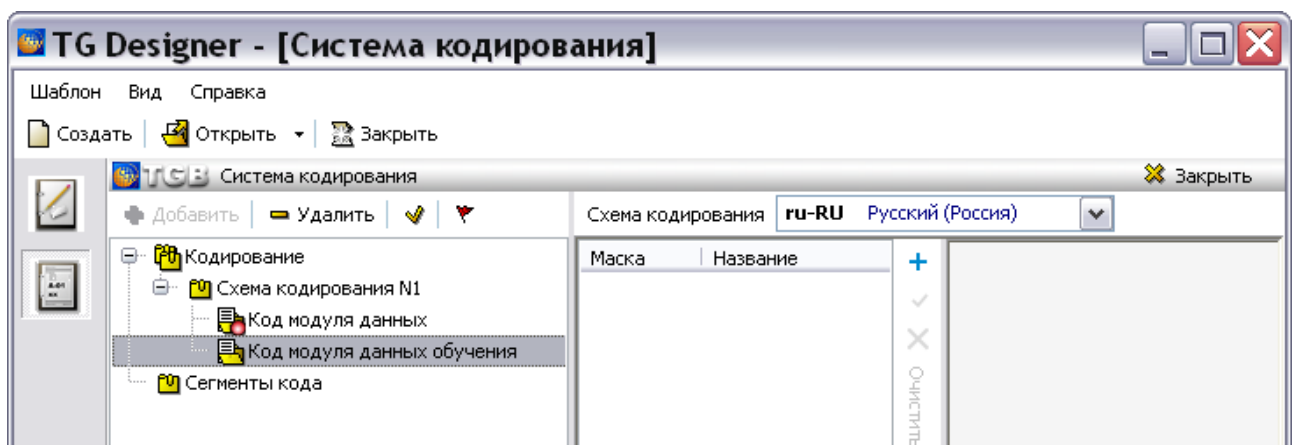

Рис. 2.6
5. Создайте еще один вариант схемы кодирования N1 – «Код модуля данных обучения» (Рис. 2.6).
Первый созданный вариант схемы кодирования становится схемой кодирования по умолчанию. Схема кодирования по умолчанию помечается значком (Рис. 2.6).